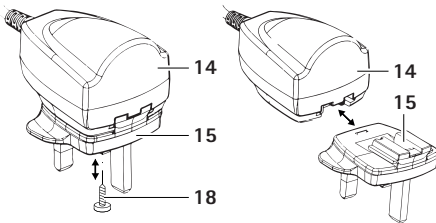

Fig. 3
- Svitare la vite di fissaggio 18 nell'adattatore 15, vedere Fig. 3.
- Infilare l'adattatore 15 sull'alimentatore di rete 14 finché il bloccaggio 16 scatta in posizione, vedere Fig. 3.